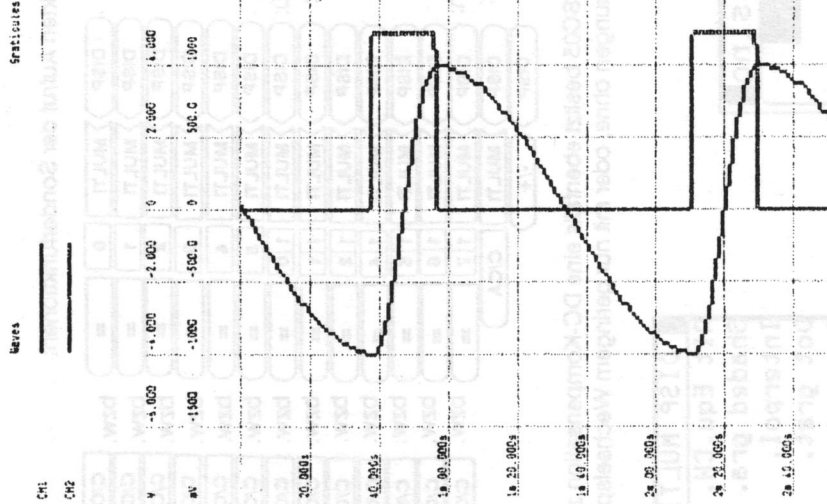

Bild 7-3: Yt-Meßprotokoll während des Messens mit dem SC05, gedruckt mit einem Matrixdrucker
- das Drucken während des Meßvorganges als Yt-Schreiber bei sehr langsamen Signalen (t1x > 20 s/Div) ohne Begrenzung der Aufzeichnungsdauer (Bild 7-3); einschaltbar mit
2. Das Druckbild (Bild 7-3) ähnelt dem des Ausdruckes des gesamten Speichers. Als Zeitraster wird die seit dem Beginn des Kurvenausdruckes verstrichene Zeit angegeben.